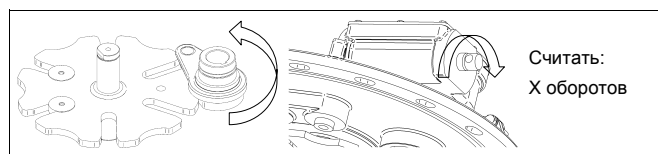

рис. 128
2) Повторите процесс в обратном направлении. Считайте при этом необходимое количество оборотов (**рис. 128**).